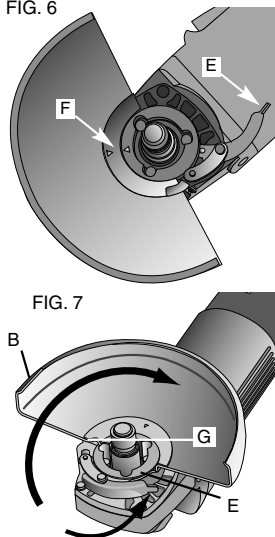

FIG. 8
**REMARQUE :** suivre les directives indiquées ci-dessous pour fixer le dispositif de protection n° 27 ou n° 1 à la meule. Se reporter aux figures 6 et 7 pour le dispositif de protection n° 27 ou aux figures 8 et 9 dans le cas du dispositif n° 1.